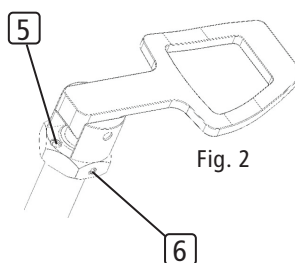
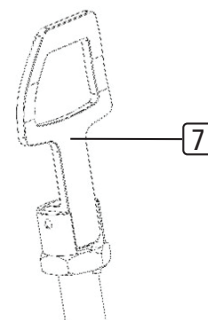

Fig. 2
Fig. 3
La Fig. 2 mostra la maniglia Tetra nella posizione di base. L'asse è bloccato e la ruota della sedia a rotelle è fissata nella posizione inserita. Per rimuovere e inserire la ruota, l'asse deve essere sbloccato. La posizione sbloccata della maniglia Tetra corrisponde alla Fig. 3. In questa posizione, l'asse può essere rimosso o inserito con la ruota della sedia a rotelle. La maniglia Tetra è sagomata in modo tale che un dito o un pollice si inseriscano nell'apertura e facilitino la rimozione dell'asse se la funzionalità della mano è limitata.
- Durante l'uso della sedia a rotelle, gli assi devono essere bloccati (posizione corrispondente alla Fig. 2). In caso di asse sbloccato, le ruote potrebbero allentarsi. Se le maniglie sporgono, aumenta il rischio di collisione, che può causare danni alla sedia a rotelle e ad altri oggetti. Sono possibili danni a persone a causa di un infortunio.